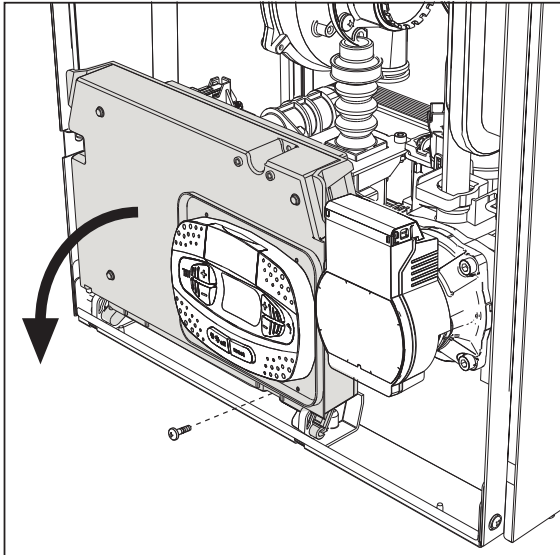
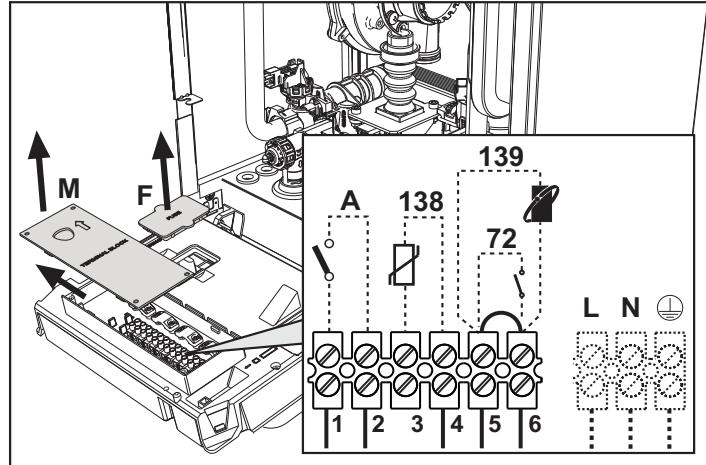

fig. 19
fig. 20
Dopo aver tolto il pannello frontale ( sez. "Apertura del pannello frontale" a pag. 32) è possibile accedere alla morsettiera (M) e al fusibile (F) seguendo le indicazioni descritte di seguito (fig. 19 e fig. 20). **I morsetti indicati nella fig. 20 devono essere a contatti puliti (non 230V).** La disposizione dei morsetti per i diversi allacciamenti è riportata anche nello schema elettrico alla fig. 63.
## Configurazione Interruttore ON/OFF (A fig. 20)